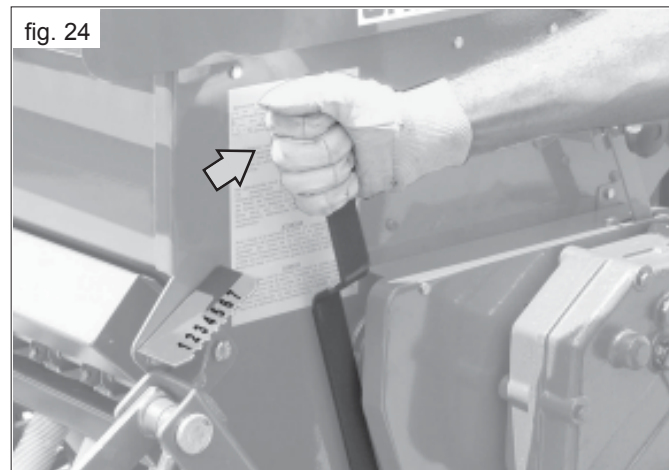

fig. 24
- pour de grandes quantités, il est conseillé d'employer la manivelle sur la boîte à vitesses afin de faire tourner l'axe agitateur et de contrôler ainsi la quantité en décharge dans les bacs à semences; pour le déchargement de petites quantités, déplacer le levier du doseur au-delà de la position 7 (Fig. 24).